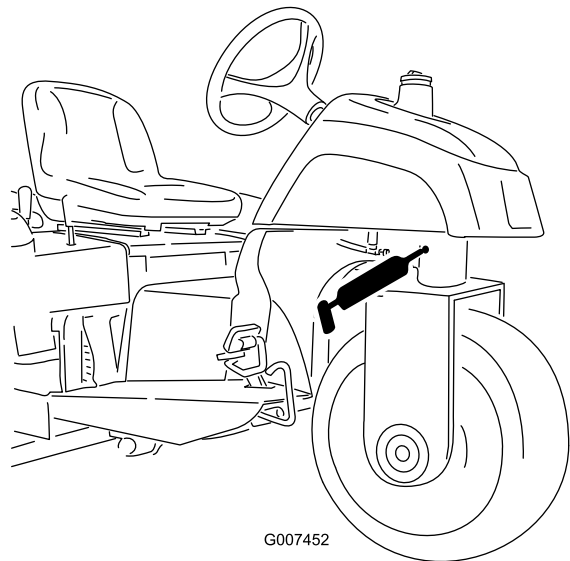

Bild 26
- Lenkzapfen (Bild 26)
Hinweis: Für den bündigen Nippel am Lenkzapfen (Bild 26) benötigen Sie einen Fettspritzenadapter. Erhältlich unter der Bestellnummer 107-1998 vom Toro-Vertragshändler.